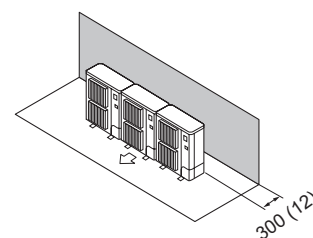

Fig. 2-12
- (1) Obstáculos sólo en la parte trasera (Fig. 2-12)